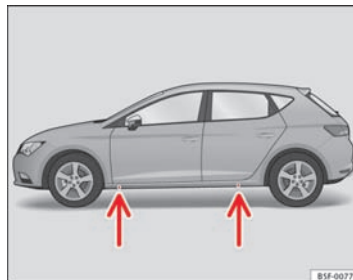

Fig. 123 Tværvange: markeringer
- Find markeringen (det sted, der er trykket ind) på panelet, der er tættest på det hjul, der skal skiftes ⇒ Fig. 123. Bag markeringen er løftepunktet til donkraften* placeret på panelet.